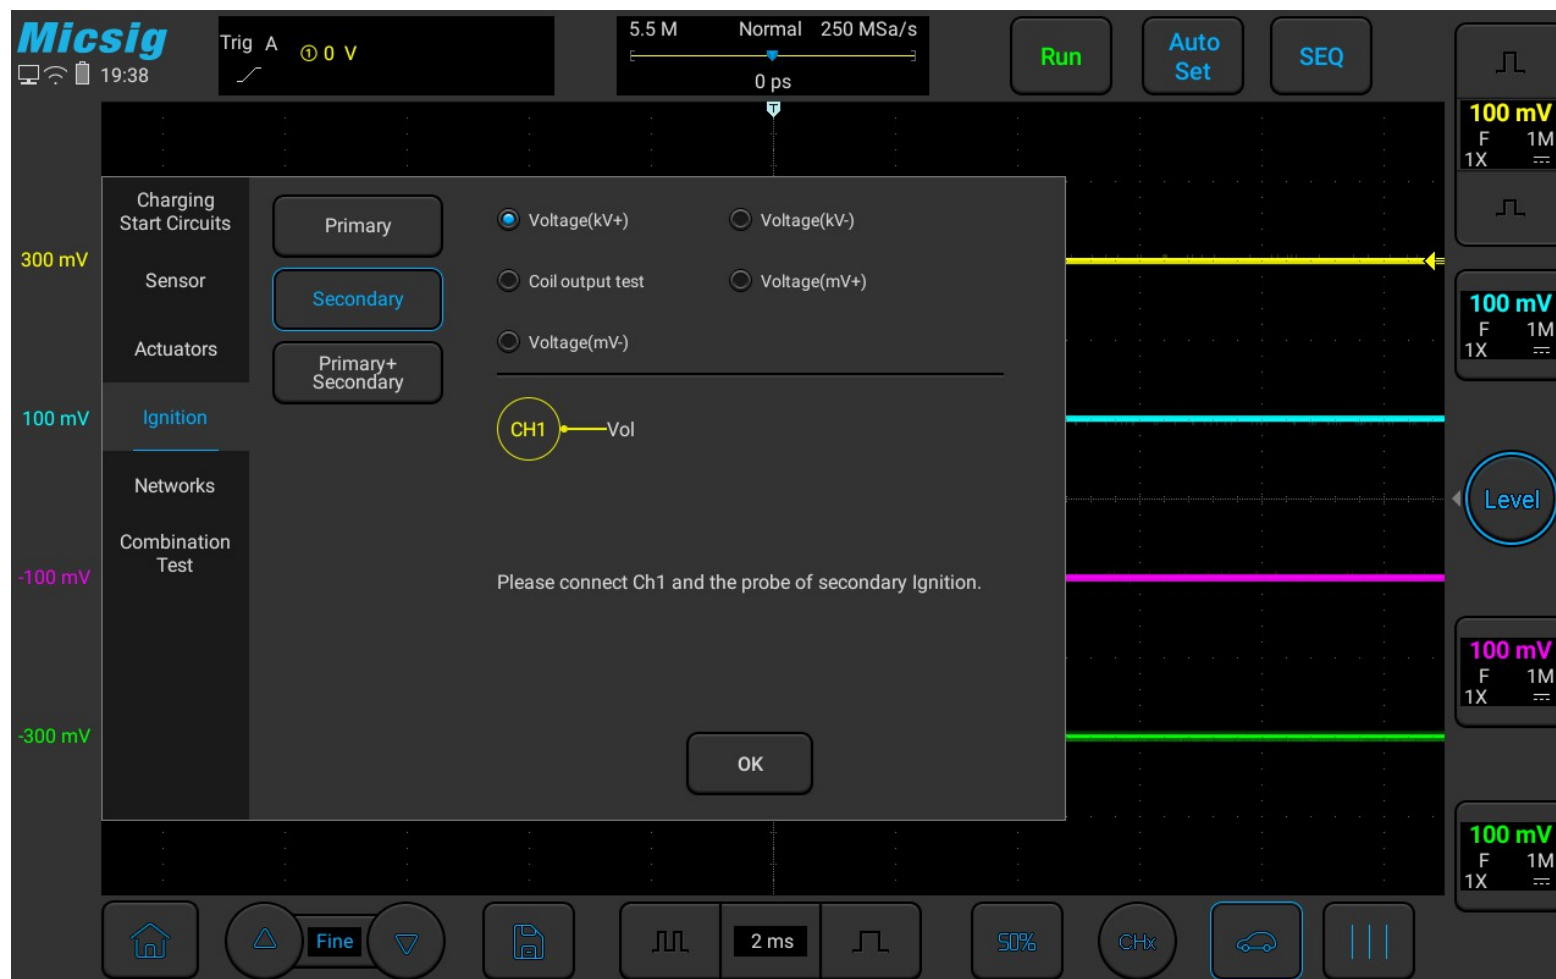

Abbildung 3-42 Test der Sekundärzündung
Verwenden Sie das ATO-Oszilloskop, um die Sekundärzündspule zu testen (, Sie müssen die Sekundärzündsonde verwenden) [die Spannung (KV), die Spulenausgangsspannung und die Spannung (mv) können separat getestet werden, um Benutzern bei der Fehlersuche zu helfen]. Die spezifischen Vorgänge sind wie folgt Abbildung 3-42: